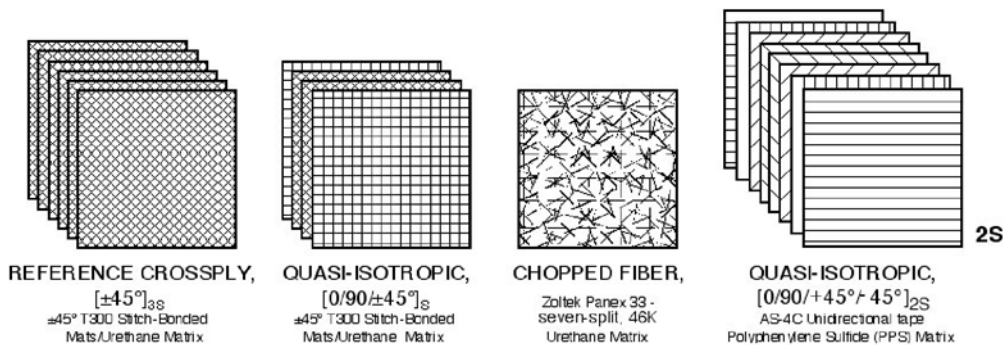

Figure 8 - Types de construction de laminés
- Le diagramme ci-dessous (figure 8) donne l'allure générale de la viscosité d'une résine thermodurcissable pendant sa réticulation (pré-impregné). Que se passe-t-il aux points 1, 2 et 3 ?